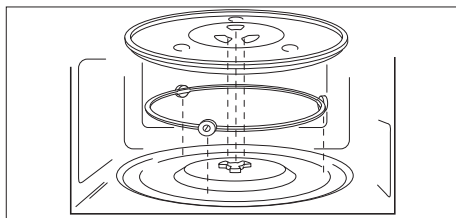

Abb. 5 – Glas-Drehteller einsetzen
- ▶ Setzen Sie den Rollenring in die Vertiefung im Garraum und legen Sie dann den Glas-Drehteller mittig auf die Antriebswelle (siehe „**Abb. 5 – Glas-Drehteller einsetzen**“), so dass die Stege des Glas-Drehtellers zwischen den Flügeln der Antriebswelle liegen.